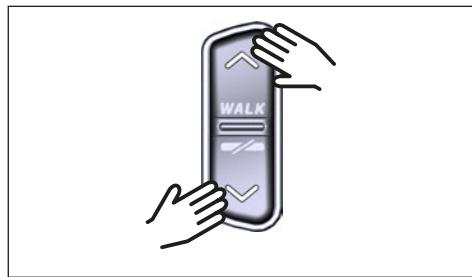

Fig. 6: Seleccione el modo de asistencia en el HPR Remote
- Con una **breve** pulsación en el botón ARRIBA de la Remote (véase Fig. 6) usted aumenta el modo de asistencia.
- Con una **breve** pulsación en el botón ABAJO de la Remote (véase Fig. 6) usted disminuye el modo de asistencia.